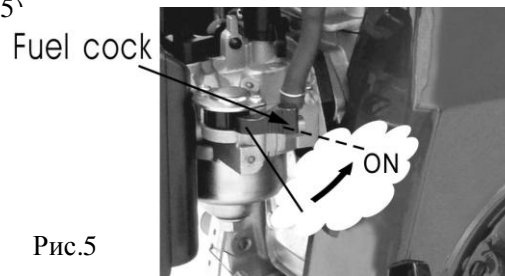

Рис.5
1. Установите топливный кран в положение ON (Рис.5`